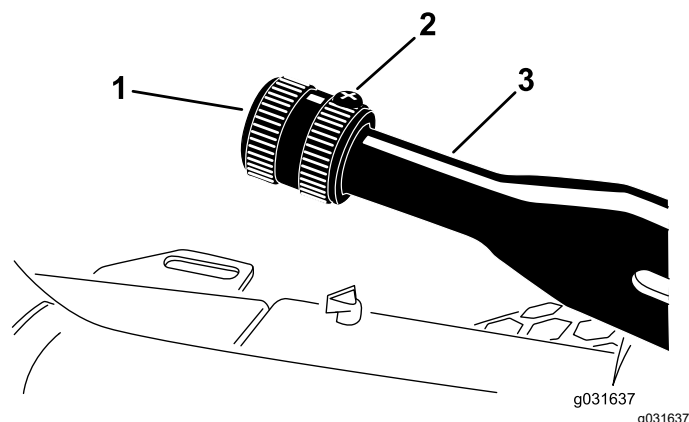

Figura 57
1. Allentate la vite a pressione che fissa la manopola alla leva del freno di stazionamento (Figura 57).